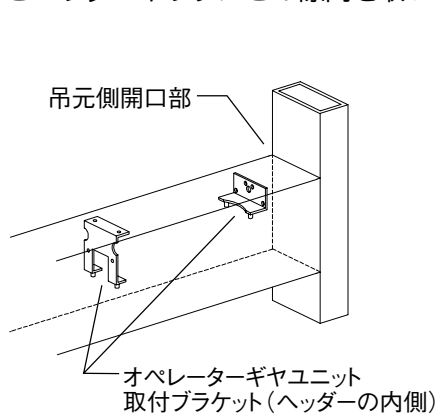

図2-1
2.2 ヘッダーを立て枠に一直線上に合わせて下さい。片開き用シングル オペレーターの場合、オペレーターギアユニット取付ブラケットのある方を吊元側にし、枠と枠の間に入れて位置して下さい。（図2-1）